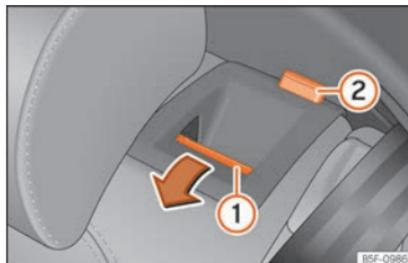

Fig. 123 Banco traseiro: rebater o encosto.
- Puxe o manípulo de desbloqueio »» Fig. 123 (1) para a frente e, ao mesmo tempo, rebata o encosto. O encosto traseiro está desbloqueado quando se vê uma marca vermelha no botão (2).